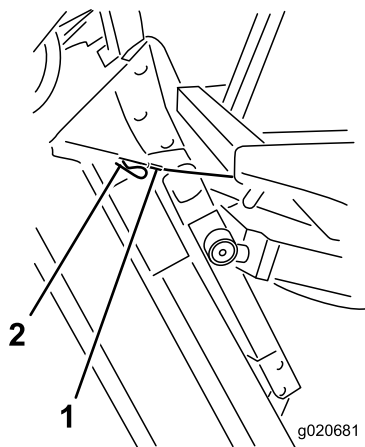

Figura 76
6. Mantenha a plataforma do cortador na vertical, coloque a extremidade do cabo sobre o pino no braço de elevação da plataforma do cortador e fixe com o pino de segurança (Figura 76).